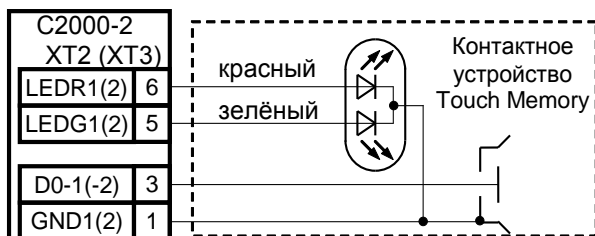

Рисунок 9. Схема подключения контактного устройства Touch Memory
4.6.2 Схемы подключения считывателей приведены на рис. 9 – 15.